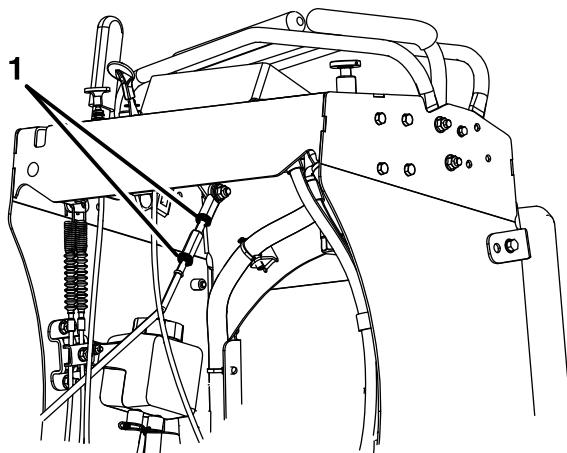

Figure 46
- A. Laissez les leviers de commande revenir au point mort et desserrez les deux écrous de blocage sur la tringlerie de réglage hexagonale (Figure 46).
- C. Resserrez les écrous de blocage (Figure 46).